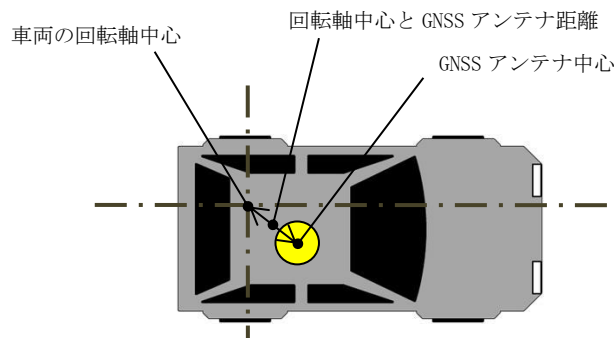

図 5.7 車両回転軸中心-GNSS アンテナ間距離例
- ・ 図 5.7 のように、GNSS アンテナの設置位置が車両の回転軸中心から離れている場合は、GNSS 受信機のユーザインタフェースに車両の回転軸中心と GNSS アンテナとの距離 (x, y, z) を入力してください。ユーザインタフェースへの入力方法は「5.6. GNSS 受信機設定方法」をご参照ください。車両の回転軸中心と GNSS アンテナとの距離を入力した場合、測位位置は車両回転軸中心となります。Z 軸に関しては、高さ方向の測位結果を調整したい場合にご設定ください。Z 軸の設定が「0」の場合、測位結果の高さはアンテナ設置位置（アンテナ位相中心）の高さとなります。